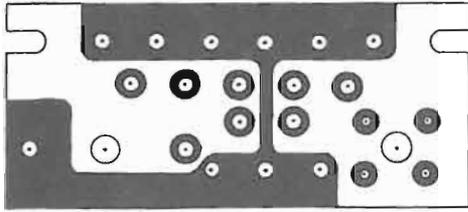

Fig. 2 - Circuito stampato della piastrina che sostituisce la piastra PB-1187A, lato rame, per il circuito di griglia del driver (scala 1:1).
- 1 () Poiché non vi è posto sulla piastra PB 1187A per altri due trimmer, è necessario realizzare ed inserire nell'apparato una nuova piastrina (illustrata nelle fig. 2 in scala 1:1). Per i trimmer praticare fori da 2 mm, per il fissaggio di L33 quattro fori da 1 mm e per la regolazione di L33 un foro da 4 mm.